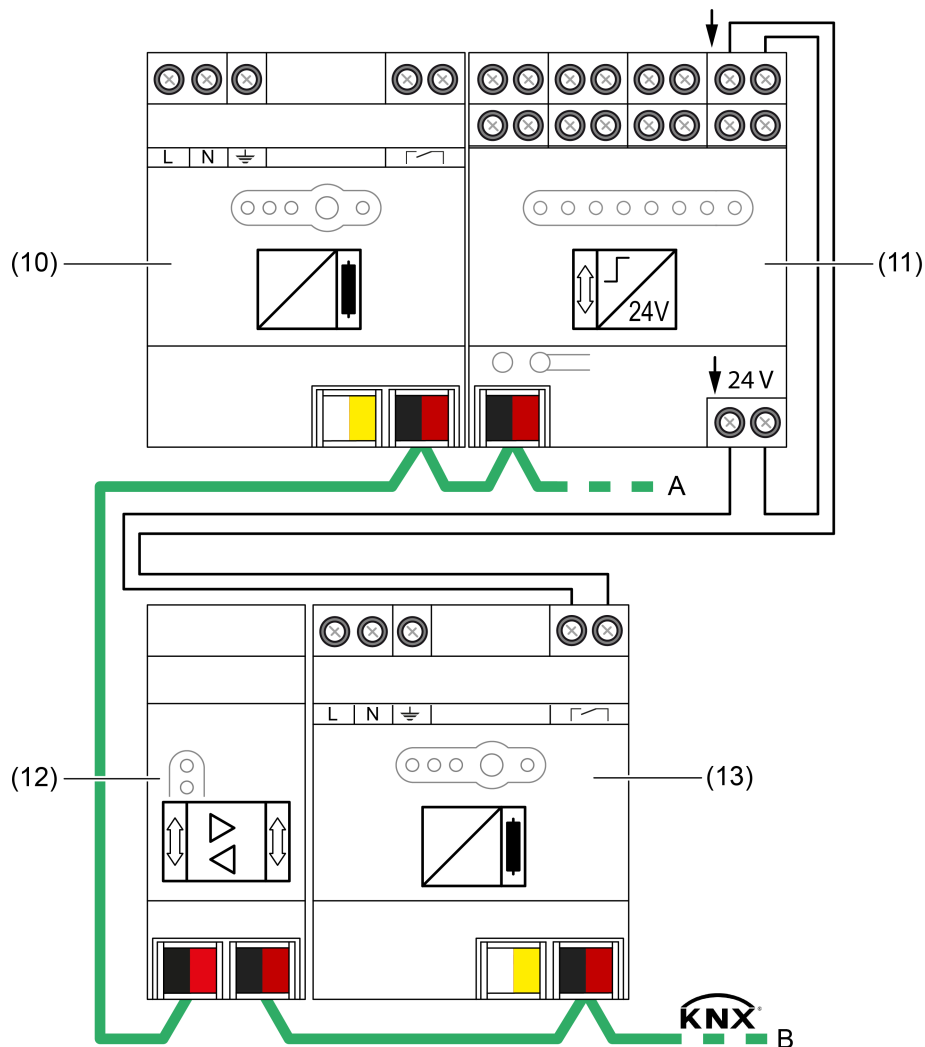

Bild 4: Anschlussbeispiel für KNX Binäreingang
- KNX Binäreingang entsprechend Anschlussbeispiel (siehe Bild 4) anschließen.